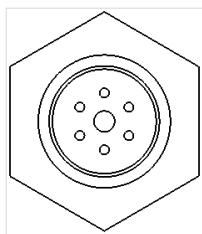

Рис.2 Мундштук 1П-1, 2П-1
4.8 На горелку могут быть установлены мундштуки 2 типов (см. рис.2, 3) с большим центральным и меньшими боковыми отверстиями (тип -1) и с одинаковыми центральным и боковыми отверстиями (тип -2). Один из типов идет в комплекте поставки горелки (см. табл.2), другой можно заказать дополнительно (см. табл.3).